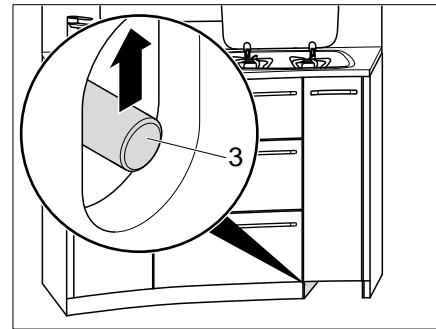

Bild 121 Küchenschubladen entriegeln
- Schubstange (Bild 121,3) nach oben schieben.